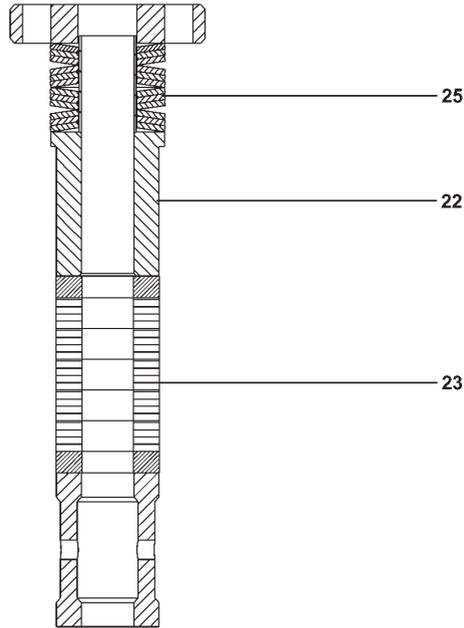

Fig. 3 Assieme del premistoppa in grafite
14. Inserire la bussola premistoppa (22), riposizionare le molle a tazza (25) seguendo l'ordine originario, e la flangia del premistoppa. Lubrificare i dadi del premistoppa (16). Installare e serrare a mano i dadi della flangia del premistoppa.
16. La guarnizione deve essere ora compressa al 10% nominale. Tracciare una linea sulla guarnizione del premistoppa sopra la sommità dell'alloggiamento dello stelo, quindi serrare i dadi della flangia finché la linea dell'anello premistoppa raggiunga la cima dell'alloggiamento (riferirsi alle figure 3° e 3b di fronte).